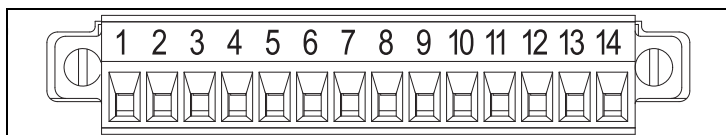

Figura 9: Atribuição de pinos/Identificação para a Ficha de acessórios
1. Ao instalar o kit de acessórios na Caixa de derivação do kit para automóvel MTP6000, anote a atribuição de pinos e a numeração da identificação indicada na Ficha de acessórios (consulte a Figura 9 e a Tabela 1 abaixo).